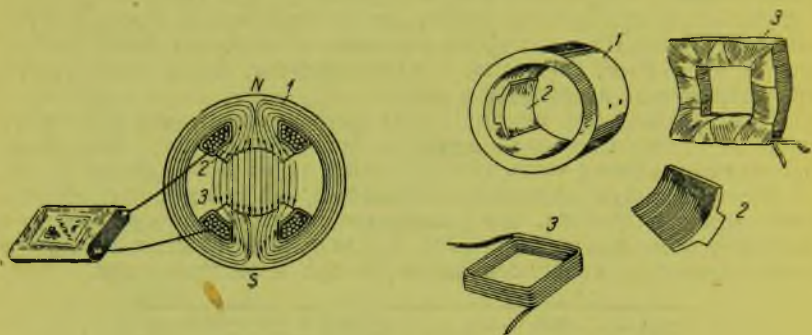

Рис. 119. Устройство электромагнита генератора
На рис. 119 изображены схемы и устройство электромагнита генератора. К его железному корпусу (1) шурупами крепятся полюсные наконечники (2), на полюсные наконечники надеваются катушки (3) — обмотки возбуждения магнитов, или обмотки подмагничивания.